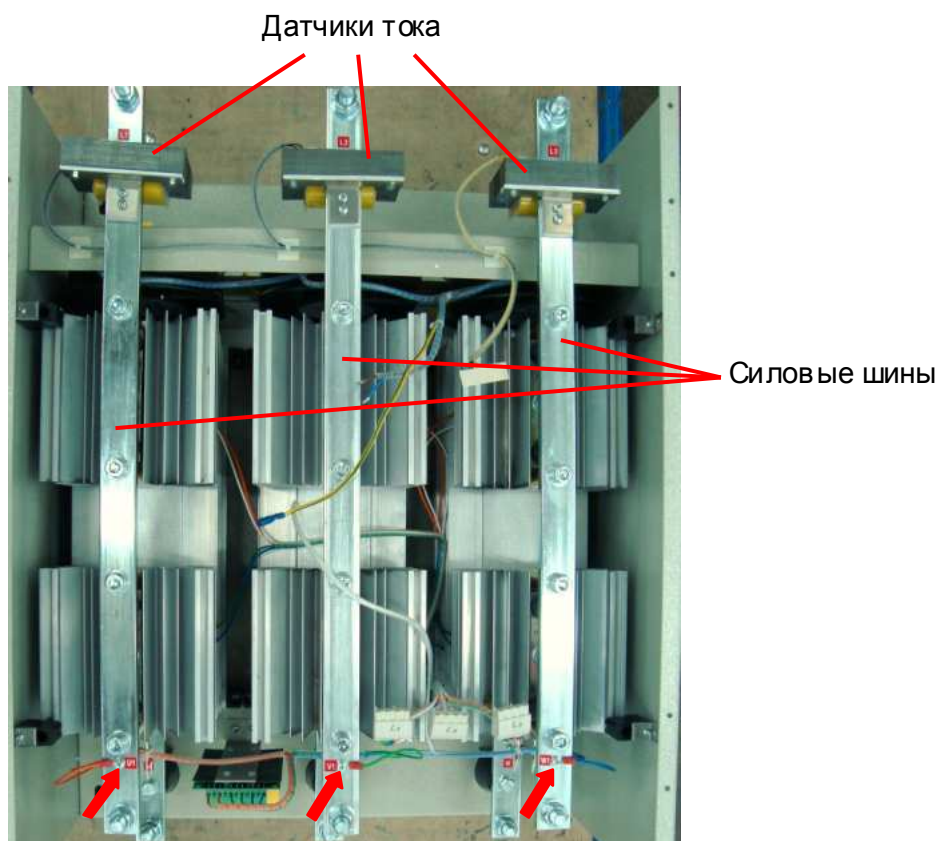

Рис. 6.21
6.13.6. Выкрутить винты (рис. 6.21, красные стрелки), отсоединить провода кабеля RC-фильтра от силовых шин.